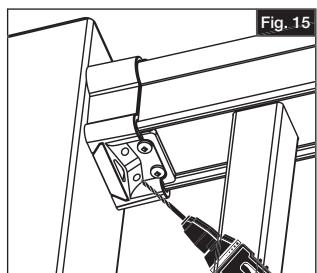

Fig. 15
- Instalar los siguientes dos tornillos a un ángulo de 45 grados a través de los soportes hasta el poste, empezando con la hendidura en la parte inferior del soporte de travesaño superior (Fig. 15).